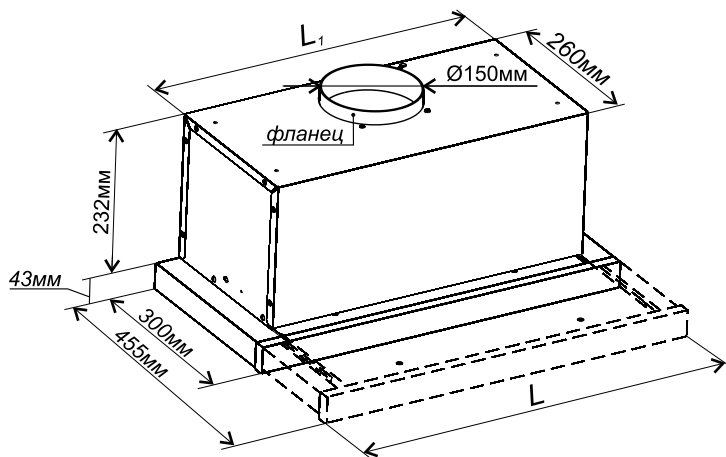

Рис. 1
| Габаритные размеры: | см. рис.1 | |
- 6.1 Выбрать расстояние между нагревательной поверхностью плиты и воздухоочистителем (750 мм минимум). Прибавив 43 мм (см. рис. 1), Вы определите нижний уровень для навешивания шкафчика.